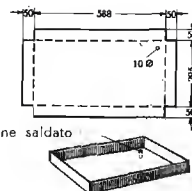

Fig. 343. La vaschetta di lamiera.
Dato che il terrario non deve essere a tenuta d'acqua, possiamo farlo facilmente in legno. Nella figura 342 è illustrato un modello semplice con le due pareti maggiori (6) di vetro. Le misure della base sono 60x30 cm, l'altezza è di 30 cm. Il fondo (1) e le pareti (2) possono essere fatti da una o più assi. Lateralmente sul fondo inchiodiamo i listelli (3) e le pareti (2). Sulle pareti laterali, i listelli (4) e (5) formano le scanalature per le lastre di vetro. Tutta la cassetta poggia sui tre listelli (8) che inchiodiamo dal basso. L'interno della cassetta racchiude la vasca (fig. 343) di lamiera zincata, saldata agli angoli e provvista di un tubetto di scarico di 20 mm di lunghezza e 10 mm di diametro (il tubetto non deve sporgere di più di un mm sopra il bordo). In corrispondenza del tubetto di scarico, il fondo della cassetta riceve un foro di 12 mm.